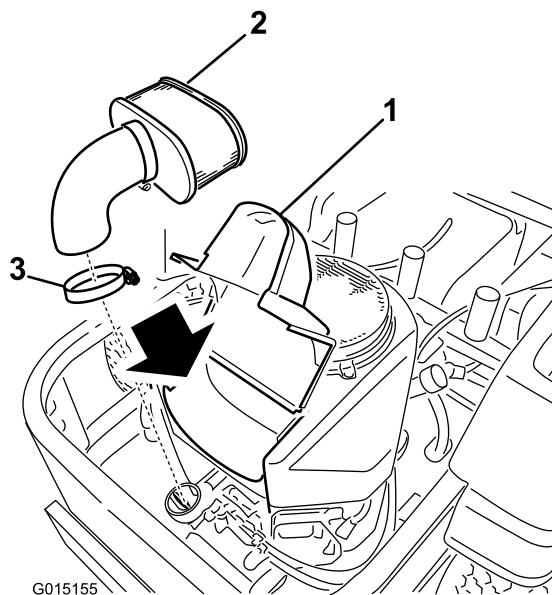

Figura 30
4. Levante la cubierta y retire la abrazadera que sujeta el conjunto del limpiador de aire al motor (Figura 30).
5. Afloje la abrazadera y retire el elemento de papel (Figura 30).